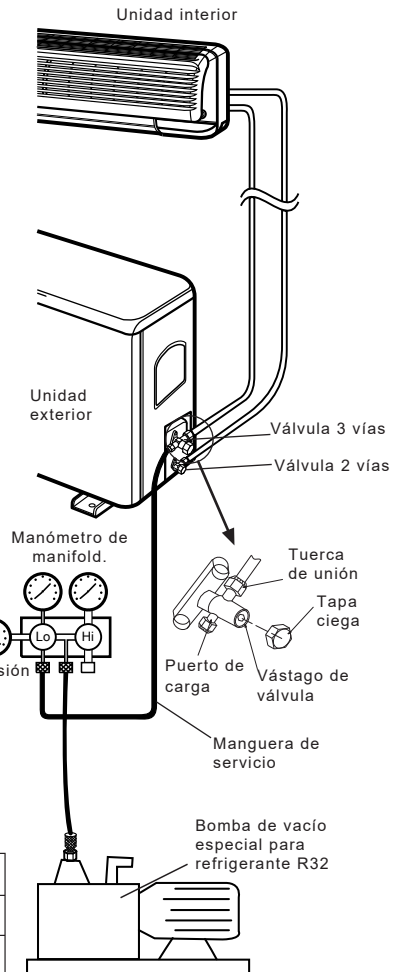

Fig.6
1. Verifique que las conexiones de las tuberías estén correctamente conectadas, retire la tapa del puerto de carga y conecte el manómetro de manguera y la bomba de vacío a la válvula de carga mediante las mangueras de servicio, como se muestra en la Fig. 6.